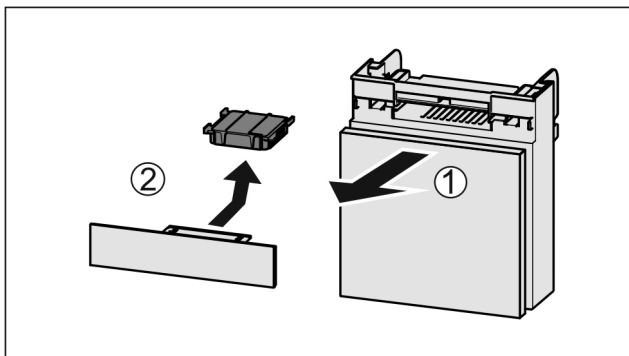

Fig. 152
- Extrageți Fig. 152 (1) compartimentul către înainte.
- Scoateți Fig. 152 (2) filtrul de cărbune activ.